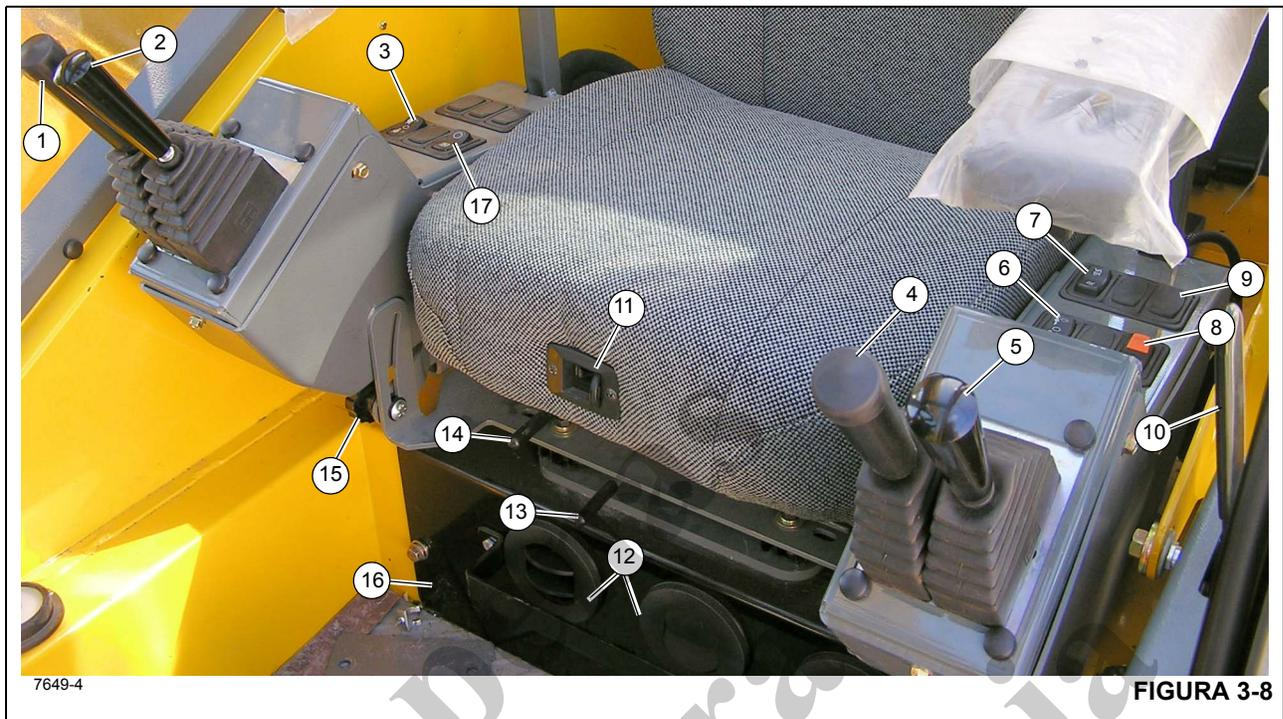

FIGURA 3-8
O indicador de diferencial do eixo bloqueado (22) (Figura 3-6) localiza-se no mostrador de indicadores da coluna de direção. Este indicador acende em âmbar depois que a chave de bloqueio do diferencial (10) (Figura 3-8) for pressionada na posição LOCK (Bloquear) e que as chaves de bloqueio do diferencial do transportador, localizadas em cada eixo, forem fechadas. Na posição LOCK (Bloquear), o diferencial não atua entre as rodas.
Números dos itens da Figura 3-8
O joystick do guincho principal (1) (Figura 3-8) localiza-se no apoio de braço direito. Quando empurrado para a frente, o joystick abaixa o cabo. Quando puxado para trás, ele eleva o cabo.
O joystick de elevação da lança (2) (Figura 3-8) localiza-se no apoio de braço direito. Quando empurrado para frente, o joystick abaixa a lança; quando puxado para trás, eleva a lança.
A chave seletora da velocidade do guincho principal (3) (Figura 3-8) é uma chave de três posições fixas (ALTA/DESLIGADA/BAIXA) localizada no apoio de braço direito. Colocada na posição ALTA, permite a operação das funções do guincho principal e energiza o solenoide de velocidade alta do guincho principal, proporcionando altas velocidades do cabo. Colocada na posição central, DESLIGADA, a elevação de carga é impedida. Colocada na posição BAIXA, permite a operação das funções do guincho principal e desliga a energia do solenoide de velocidade alta do guincho principal, proporcionando baixas velocidades do cabo.
O joystick do guincho do telescópio ou auxiliar (TELE ou AUX) (4) (Figura 3-8) está localizado no apoio de braço esquerdo. O joystick controla as funções do telescópio quando o guindaste não estiver equipado com um guincho auxiliar. Empurre o joystick para a frente para estender a lança ou puxe o joystick para trás para retrai-la.
O joystick de giro (5) (Figura 3-8) localiza-se no apoio de braço esquerdo e controla a função de giro. Quando empurrado para frente, o joystick gira a plataforma rotativa no sentido horário; quando puxado para trás, gira a plataforma rotativa no sentido anti-horário. O guindaste é capaz de executar rotações de 360 graus em qualquer sentido.
A chave seletora da velocidade do guincho principal (6) (Figura 3-8) é uma chave de três posições fixas (ALTA/DESLIGADA/BAIXA) localizada no apoio de braço esquerdo. Colocada na posição ALTA, permite a operação das funções do guincho auxiliar e energiza o solenoide de velocidade alta do guincho auxiliar, proporcionando altas velocidades do cabo. Colocada na posição central, DESLIGADA, a elevação de carga é impedida. Colocada na posição BAIXA, permite a operação das funções do guincho auxiliar e desenergiza o solenoide de velocidade alta do guincho auxiliar, proporcionando baixas velocidades do cabo.
A chave de controle da direção traseira (7) (Figura 3-8) tem três posições, centralizada por mola na posição desligada e está localizada no apoio de braço esquerdo. Pressione a parte inferior da chave para acionar uma válvula de controle para virar as rodas traseiras para à esquerda fazendo com que o guindaste vire para a direita. Pressione a parte superior da chave para acionar uma válvula de controle para virar as rodas traseiras à direita fazendo com que o guindaste vire para a esquerda. Quando as rodas não estiverem centralizadas a luz de rodas traseiras não centralizadas, na coluna de direção, acende. Ao soltar, a chave retorna para a posição central desligada.
A chave de controle do freio de giro (8) (Figura 3-8) localiza-se no apoio de braço esquerdo. Este chave de duas posições ON/OFF (LIGA/DESLIGA) é usado para controlar uma válvula hidráulica que direciona um fluxo regulado de pressão do e para o freio de giro. Colocar a chave na posição ON (LIGADA) aciona o freio de giro e colocá-la na posição OFF (DESLIGADA) libera o freio de giro. Quando a chave estiver na posição ON (ligada), a luz indicadora vermelha na coluna de direção acende. A chave tem uma trava para evitar ativação acidental.
A chave de bloqueio do diferencial (Diferencial do eixo) (9) (Figura 3-8) localiza-se no apoio de braço esquerdo. É uma chave temporária de duas posições indicada com LOCK (BLOQUEAR) e UNLOCK (DESBLOQUEAR). Quando posicionado na posição LOCK, as estrias do colar de mudança se acoplam com as estrias da caixa do diferencial e os eixos e o conjunto do diferencial se travam ao mesmo tempo e não há nenhuma ação diferencial entre as rodas. Quando posicionado na posição UNLOCK, há ação normal do diferencial entre as rodas em todos os momentos. O indicador âmbar na coluna de direção acende quando a chave em cada eixo é ativada.
Use a alavanca de liberação da porta da cabine (10) (Figura 3-8) para abrir e fechar a porta da cabine do lado de dentro da cabine.
Para ajustar o encosto do banco, pressione o botão de ajuste (11, (Figura 3-8)) e ajuste o assento conforme a necessidade.
A unidade de controle do ar-condicionado/aquecedor da cabine (16) (Figura 3-8) localiza-se na cabine, sob o assento do motorista. As saídas (12) fazem parte da unidade de controle climático e podem ser ajustadas para direcionar o fluxo de ar.
Movendo a alavanca de deslizamento do assento (13) (Figura 3-8) apenas o assento desliza para a frente ou para trás.
Movendo a alavanca de deslizamento da estrutura do assento (14) (Figura 3-8), o assento e a estrutura do assento deslizam para a frente ou para trás.
O apoio de braço e os controles do apoio de braço podem ser ajustados por meio do botão de ajuste (15) (Figura 3-8). Solte o botão e gire o apoio de braço até a posição desejada, reaperte o botão ao concluir o ajuste.
Os indicadores de rotação do guincho para os guinchos auxiliar e principal localizam-se na parte superior da respectiva alavanca de controle (1,4) (Figura 3-8). Cada indicador é acionado eletronicamente por um sinal de entrada originado por um sensor fixado ao guincho correspondente e por um sinal de saída de um módulo de controle. Cada alavanca de controle do guincho (1,4) pulsa quando o guincho correspondente estiver em funcionamento de maneira a ser sentida pelo polegar do operador.
A chave do auxílio hidráulico (17) (Figura 3-8) localiza-se no apoio de braço direito. Esta chave de duas posições é usada para controlar a válvula seletora do auxílio de velocidade alta. Com a chave na posição Ligada, a válvula solenoide é energizada. Nesse estado, a válvula solenoide interrompe o fluxo de óleo da seção 2 da bomba nº 1 para a válvula da direção traseira/estabilizadores. A válvula de segurança de gatilho abre para combinar este fluxo com a saída da bomba nº 1, seção 1.